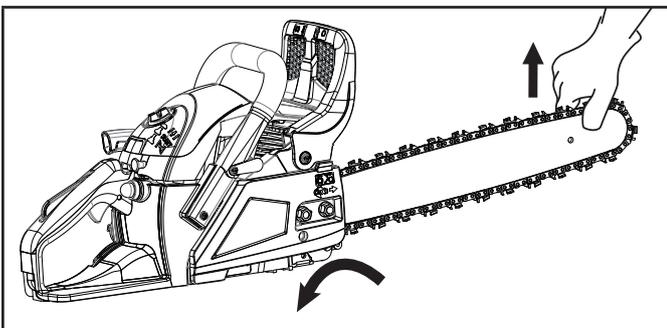

Figure 28
3. Portez des gants protecteurs pour tenez le couvercle de la embrayage et agitez-le de gauche à droite pour la détacher (Fig. 28).